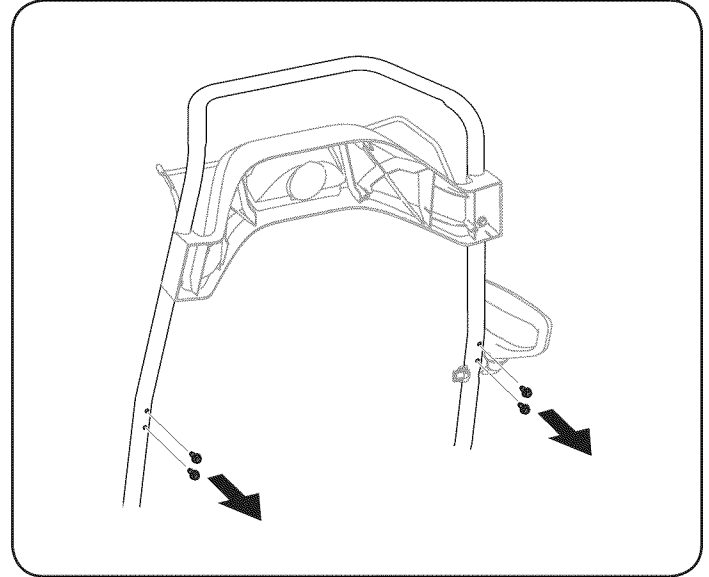

Figura 6
9. Extraiga los cuatro tornillos de cabeza hexagonal de la parte posterior de la manija (dos a cada lado). Vea la Figura 6.